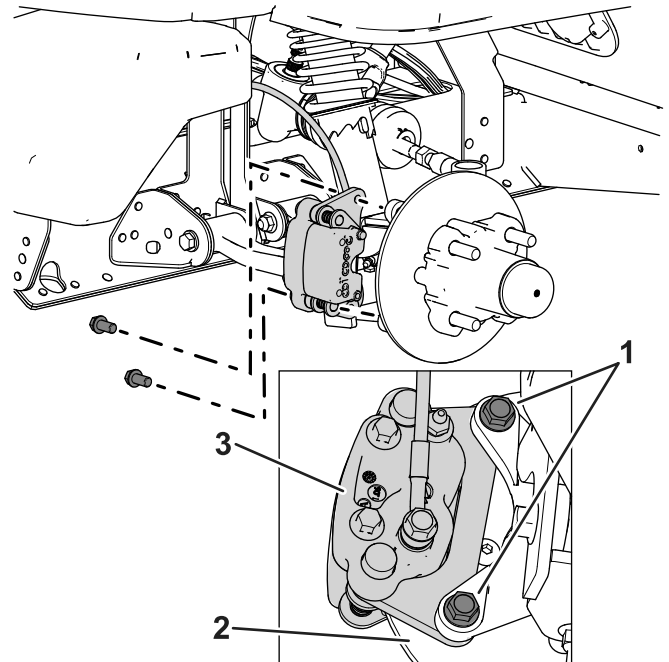
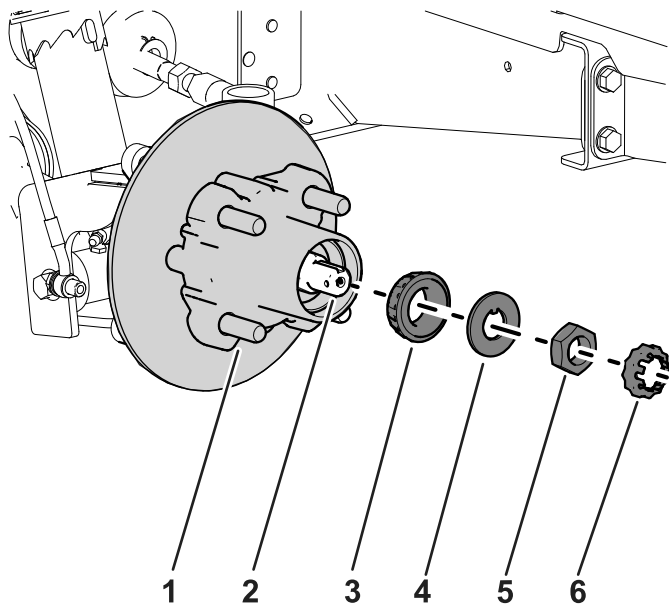

Figure 35
Figure 39
3. Retirez les boulons à embase ( $\frac{3}{8} \times \frac{3}{4}$  po) qui fixent le support du frein à la fusée et séparez le frein de la fusée (Figure 35).
1. Appliquez une fine couche de la graisse spécifiée sur la fusée (Figure 39).
2. Montez le moyeu et le disque sur la fusée, en plaçant le disque à l'intérieur (Figure 39).
3. Montez le roulement extérieur sur la fusée et poussez-le contre la bague extérieure (Figure 39).
4. Placez la rondelle à languette sur la fusée (Figure 39).
5. Vissez l'écrou de fusée sur la fusée et serrez-le à 15 N·m (11 pi-lb) tout en tournant le moyeu pour asseoir le roulement (Figure 39).
2. Placez les plaquettes de frein de chaque côté du disque (Figure 35), puis alignez les trous du support d'étrier et les trous du support de frein sur le porte-fusée (Figure 39).
3. Fixez le support d'étrier au porte-fusée (Figure 35) à l'aide des 2 boulons à embase ( $\frac{3}{8} \times \frac{3}{4}$  po). Serrez les 2 boulons à embase à un couple de 47 à 54 N·m (35 à 40 pi-lb).